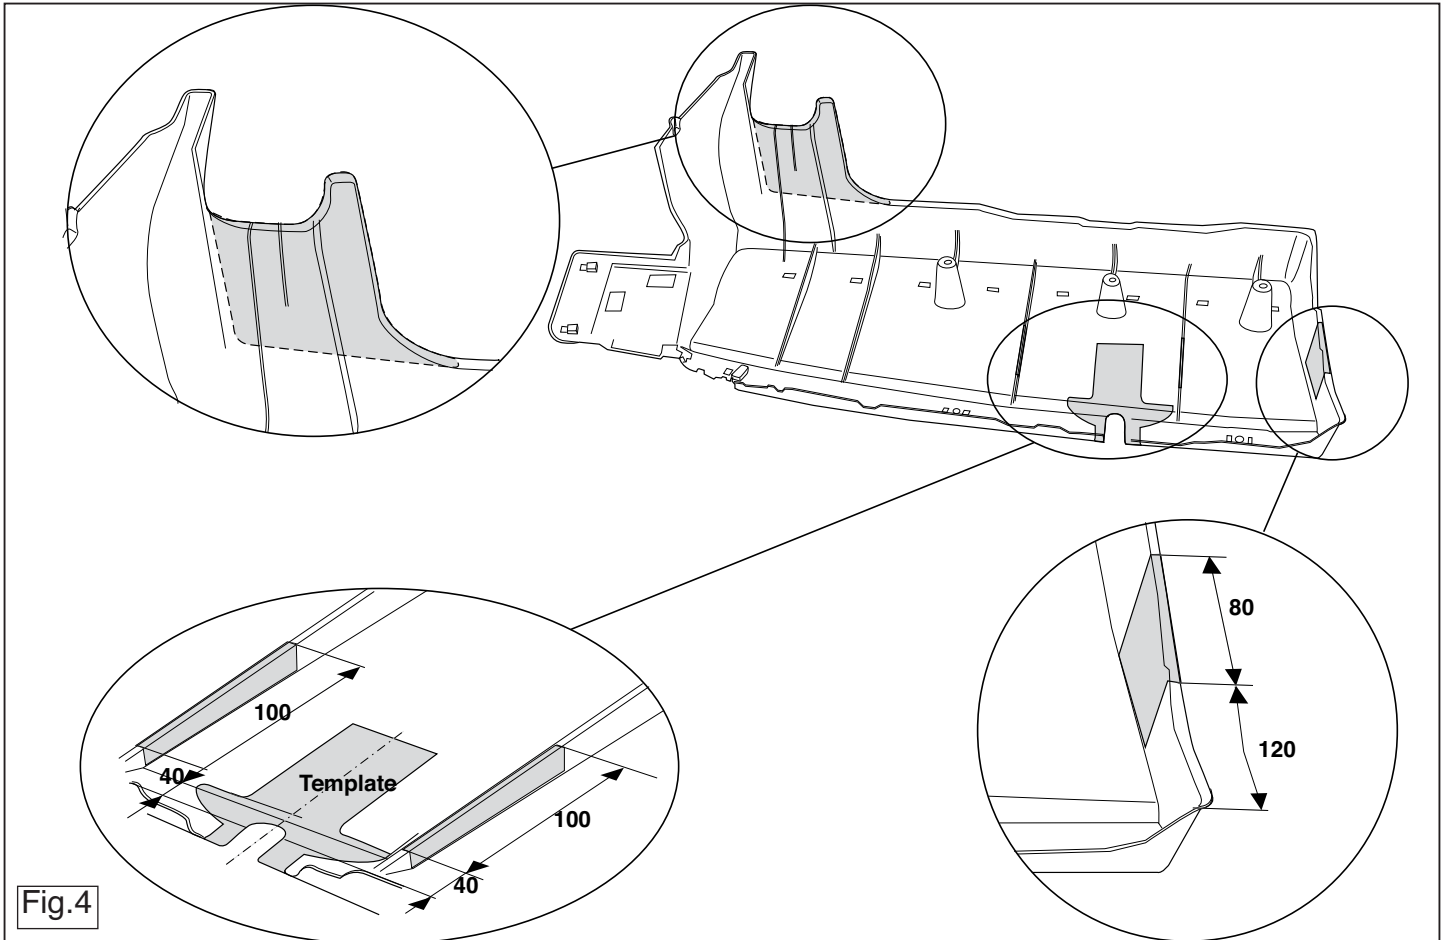

Fig.4
4. Выпилить обозначенные части, как указано на рис. 4.